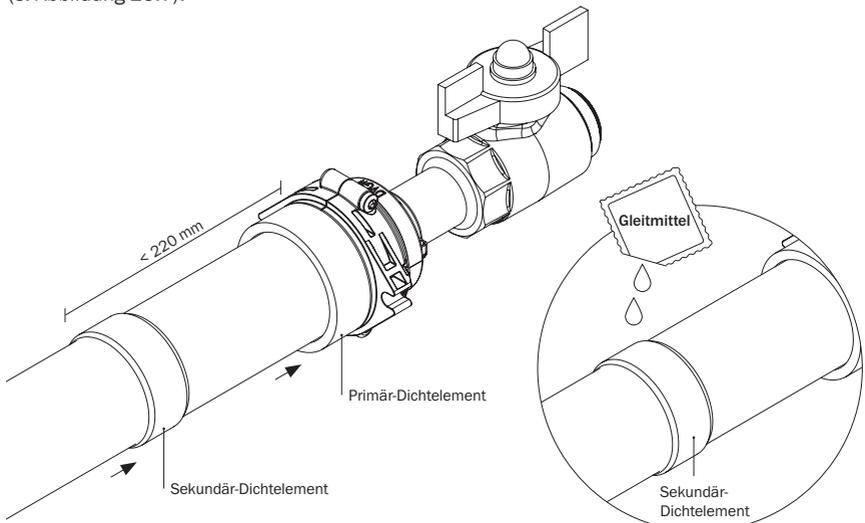

Abbildung 25.7: Positionierung Primär- und Sekundär-Dichtelement, Sekundär-Dichtelement mit Gleitmittel einschmieren
- Anschließend das Primär-Dichtelement über die Gashauseinführung bis an die Unterkante des Klemmrings schieben. Danach das Sekundär-Dichtelement ebenfalls über die Gashauseinführung schieben. Der Abstand zwischen Oberkante des Primär-Dichtelements und Unterkante des Sekundär-Dichtelements muss weniger als 220 mm betragen (s. Abbildung 25.7).
- Das Sekundär-Dichtelement mit dem mitgeliefertem Gleitmittel vollständig einschmieren (s. Abbildung 25.7).